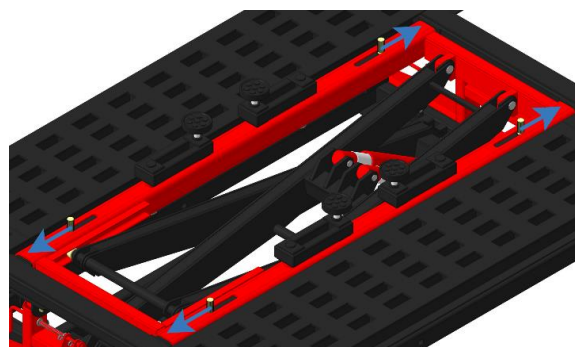

Рисунок 23
- Заблокируйте таким образом все 4 задвижки (рисунок 23).